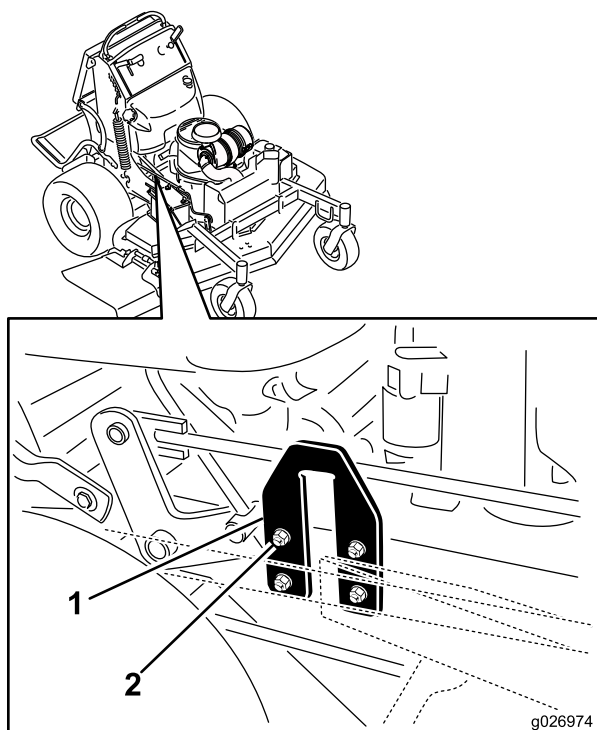

Figura 86
2. Localice las chapas con forma de U en los laterales de la carcasa del motor (Figura 86).
3. Afloje la chapa en U en un lado y ajústela hacia arriba o hacia abajo hasta que la diferencia entre las medidas **B** y **C** sea de no más de 6 mm (1/4 pulgada), según se muestra en Figura 86.